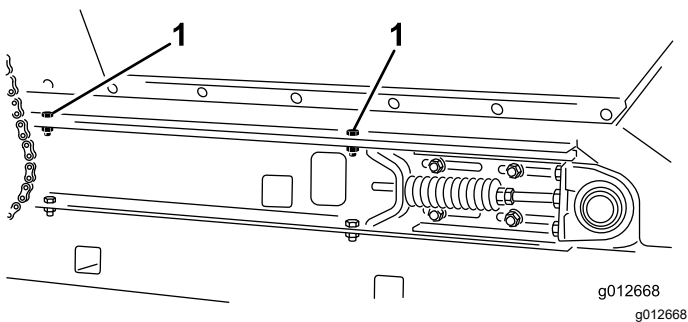

图 31
2. 在机器的两侧卸下将料斗固定至滑行机架轨道上的 2 个平头螺丝、2 个垫圈和 2 个锁紧螺母图 31。